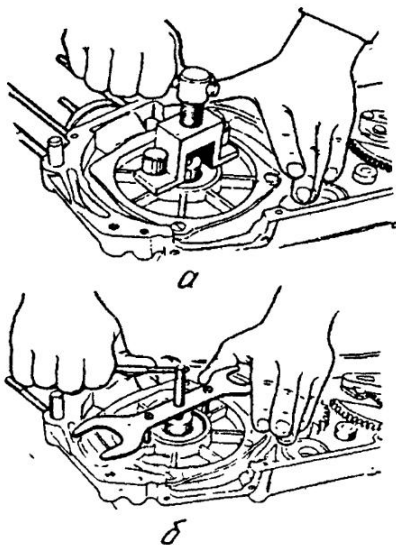

Рис. 2.22. Выпрессовка крышки кривошипной камеры:
- вывернуть винты крепления крышек кривошипных камер и при помощи съемника выпрессовать крышки (рис. 2.22,а) с уплотнительными кольцами; если нет съемника, можно использовать для этой цели ключ 27х36 из комплекта инструмента, при этом в резьбовые отверстия ключа вставить два винта крепления крышки и ввернуть их в крышку кривошипной камеры, затем в среднее отверстие ключа ввернуть съемник ротора. При ввер-
- тывании съемник упирается в полуось коленчатого вала и снимает крышку кривошипной камеры (рис. 2.22,б);